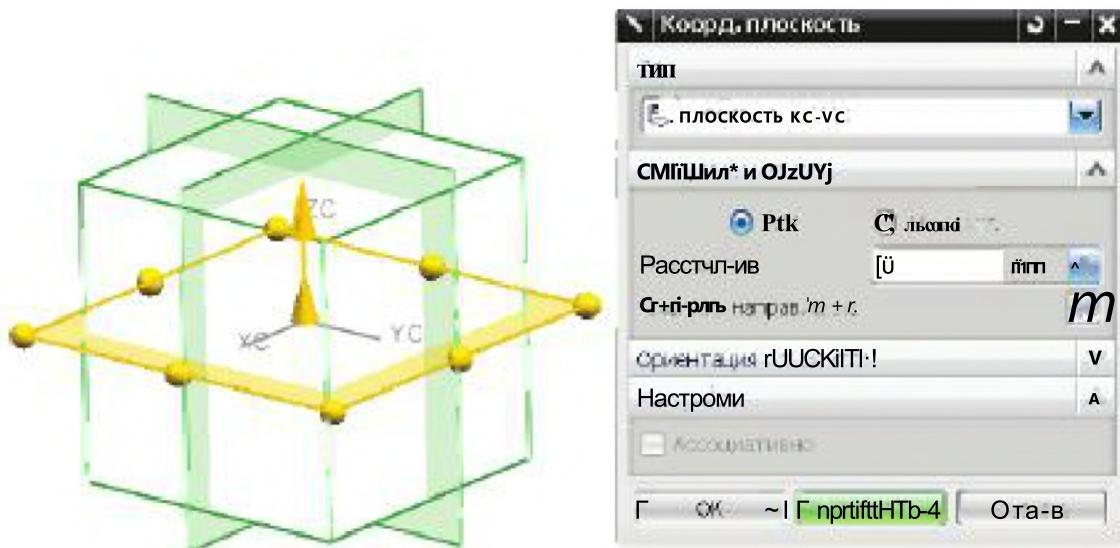

Рисунок 3.1-20. Базовые плоскости. Фиксированные координатные плоскости
- Система создает три координатные плоскости, одну в точке XC=0, одну в точке YC=0, одну в точке ZC=0. Разумеется, вы можете перепозиционировать рабочую систему координат (WCS) и создать координатные плоскости в определенном направлении (совсем необязательно, чтобы WCS совпадала с абсолютной). Если вы после этого снова вернете WCS в абсолютную систему координат, то плоскости останутся там, где их создали. Этот метод создания координатных плоскостей рекомендуется, когда вы работаете в группе над одним проектом, когда необходимо осуществить привязку элементов модели, а также для независимого расположения эскизов (рис. 3.1-20).